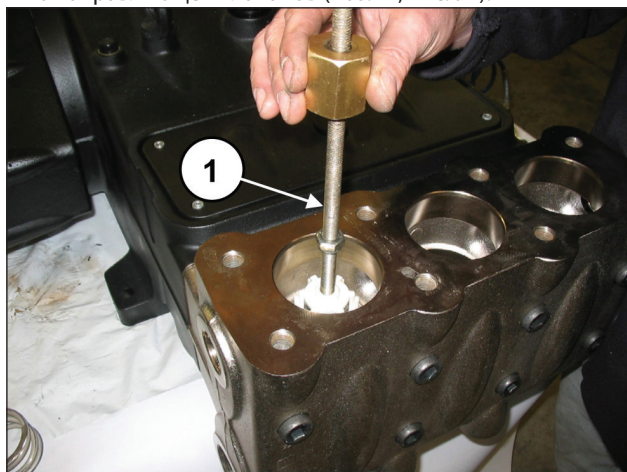

Рис. 92
Извлеките клапанный узел нагнетания с помощью съемника с ударной массой, установив его в отверстие М10 направляющей клапанов (поз. ①, Рис. 92).